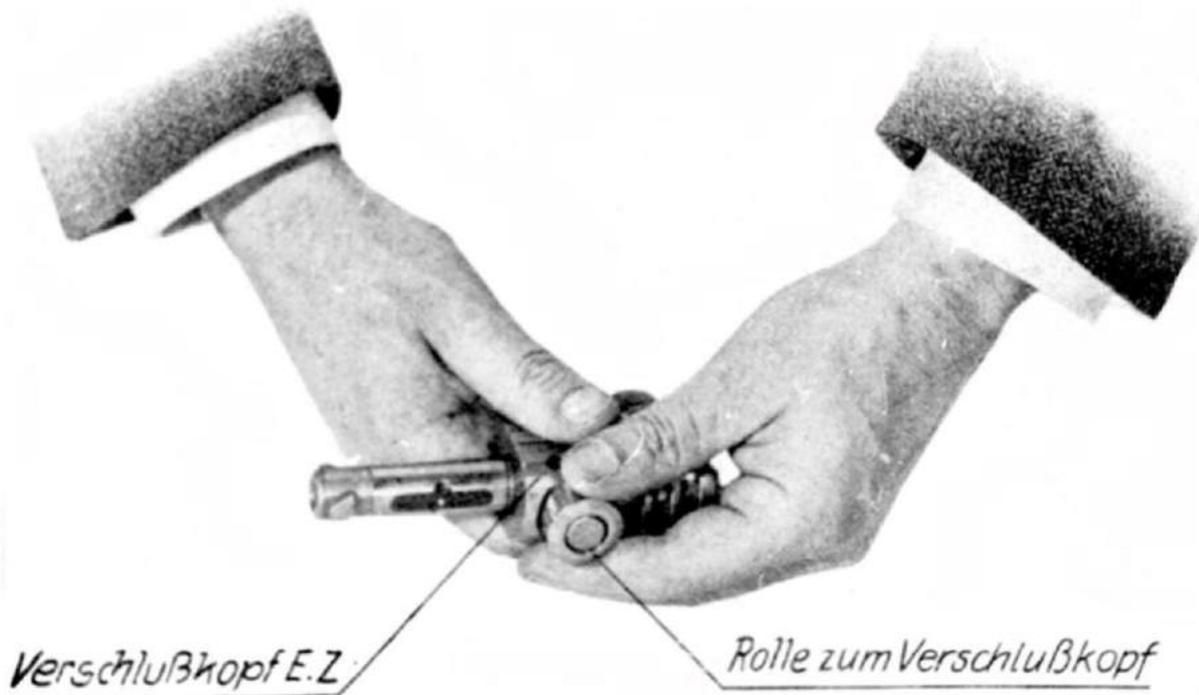

Abb. 84: Abziehen der Rolle zum Verschlußkopf EZ
a) Zerlegen des Verschlusßkopfes EZ (Abb. 84)